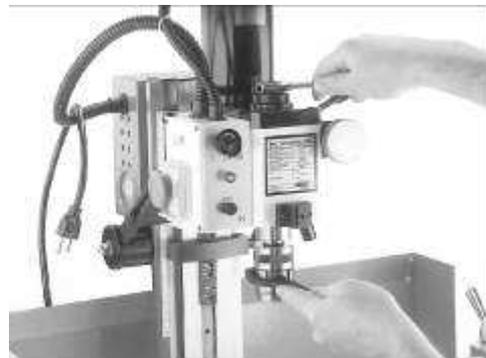

Figure 12. Installer le mandrin à pince (option)
10. Maintenez le mandrin à pince en position avec une clé de serrage et serrez en même temps l'écrou hexagonal sur le boulon du tirant, juste assez pour l'ajuster dans le cône. Voir **figure 12**. NE PAS serrer l'écrou hexagonal trop fort ou le mandrin à pince sera dur à enlever du cône de broche.